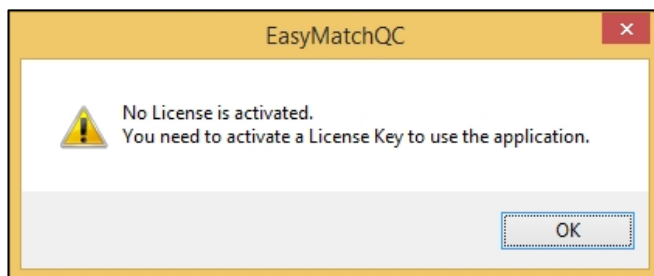

図 8. ライセンスなしの警告
2. 図 8 に示すように、ライセンスを有効にするための警告メッセージが表示されます。